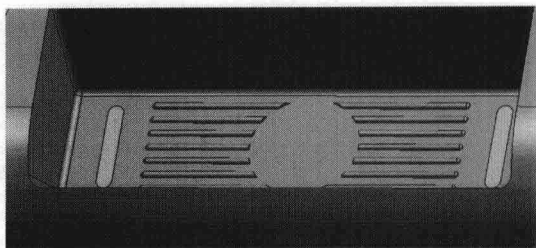

图 0-4
- 单击 Auto Patch，修补结果如图 0-4 所示。